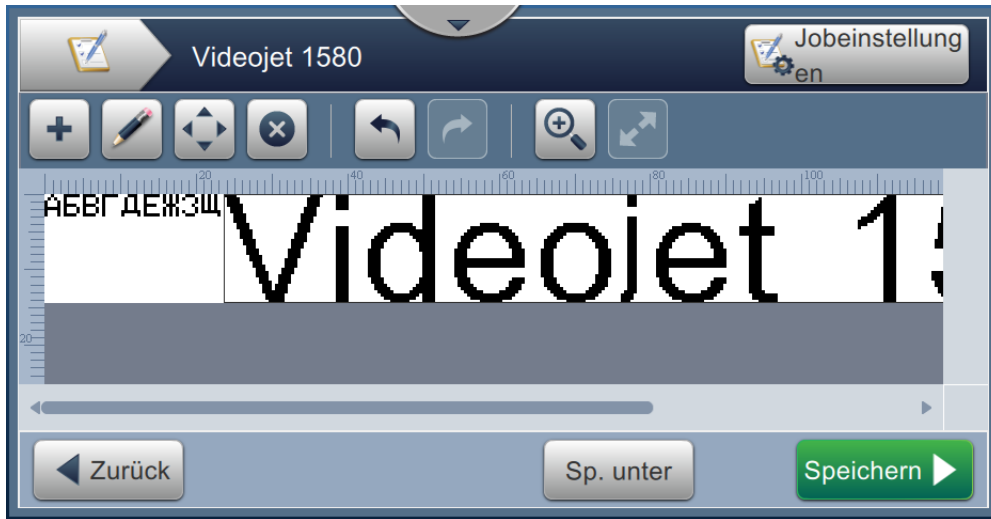

Abbildung 6-13: Bildschirm zur Auftragsbearbeitung
10. Berühren Sie die Schaltfläche , um Änderungen zu speichern. Der Bildschirm „Auftrags-Editor“ erscheint, wie dargestellt in Abbildung 6-13.